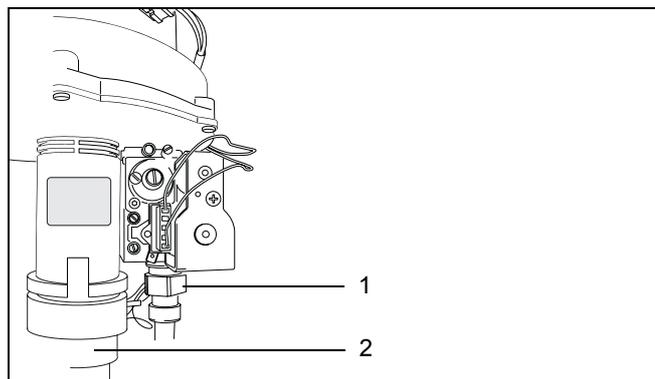

Fig. 32 Bloc gaz
- Dévisser l'écrou de la conduite de gaz sur le bloc gaz (fig. 32, pos. 1).
- Retirer le tuyau d'aspiration d'air vers le bas en effectuant une rotation (fig. 32, pos. 2).